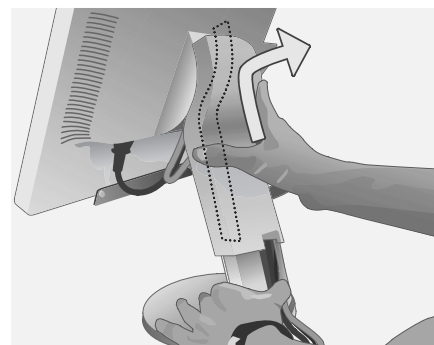

Rysunek C.3
8. Upewnić się, że wszystkie przewody spoczywają płasko oparte o podstawkę (**Rysunek C.3**).